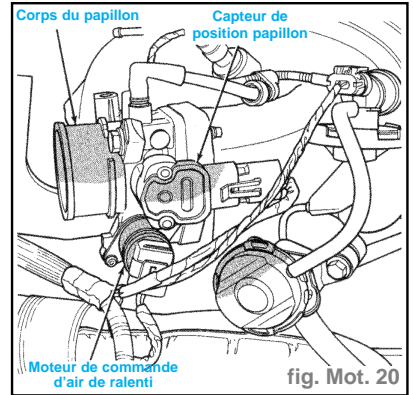

fig. Mot. 20
- les connecteurs du moteur de commande d'air de ralenti et du TPS (capteur de position du papillon) doivent être complètement engagés et ne pas être endommagés (fig. Mot. 20),